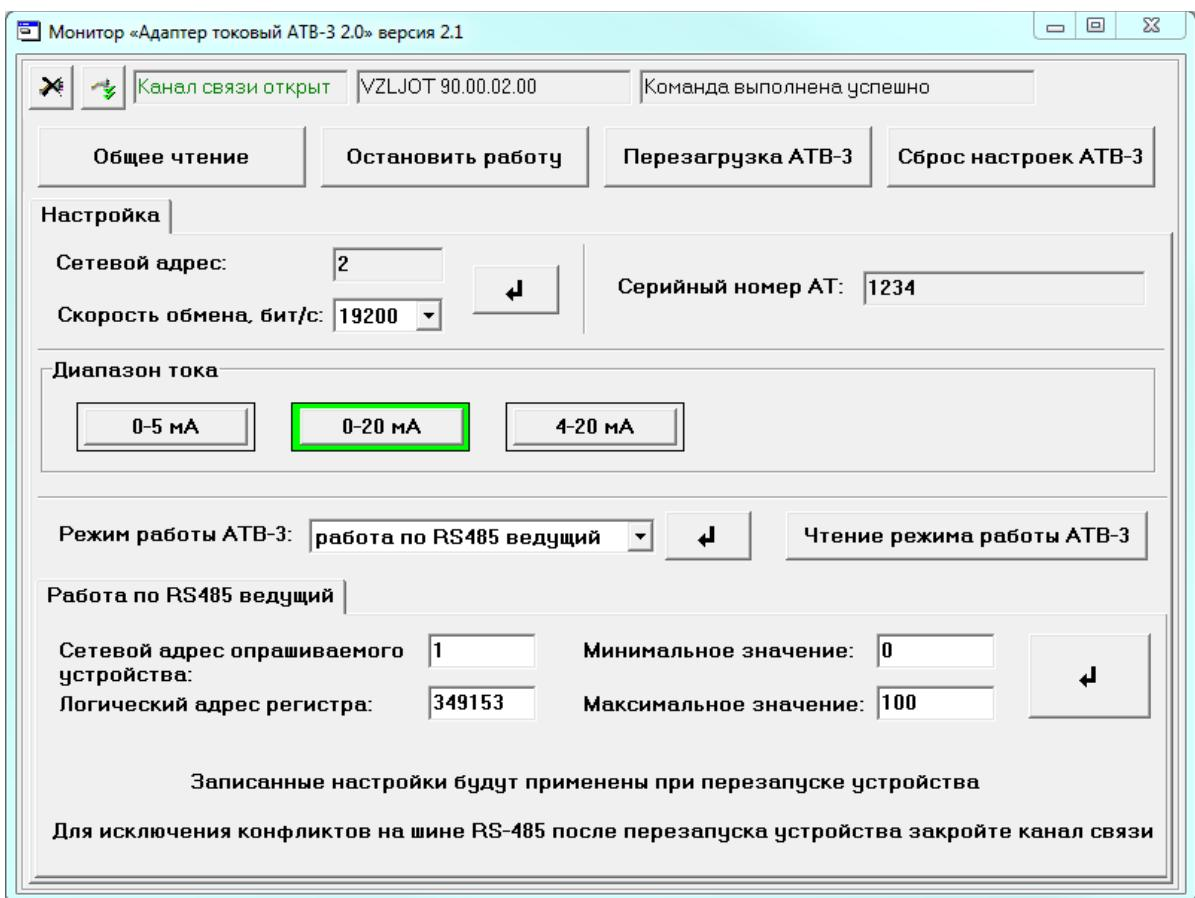

Рис.7. Вкладка режима работы по RS-485 «ведущий»
2.4.4 На рис.7 приведен пример настройки работы адаптера в режиме опроса прибора по интерфейсу RS-485 (режим «**работа по RS485 ведущий**»).